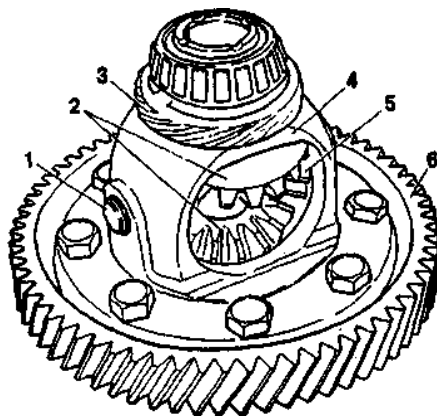

Рис. 3.9. Дифференциал в сборе:
- при необходимости замены ведомой шестерни, отверните болты ее крепления и спрессуйте шестерню 6 с коробки 4 дифференциала (рис. 3.9);